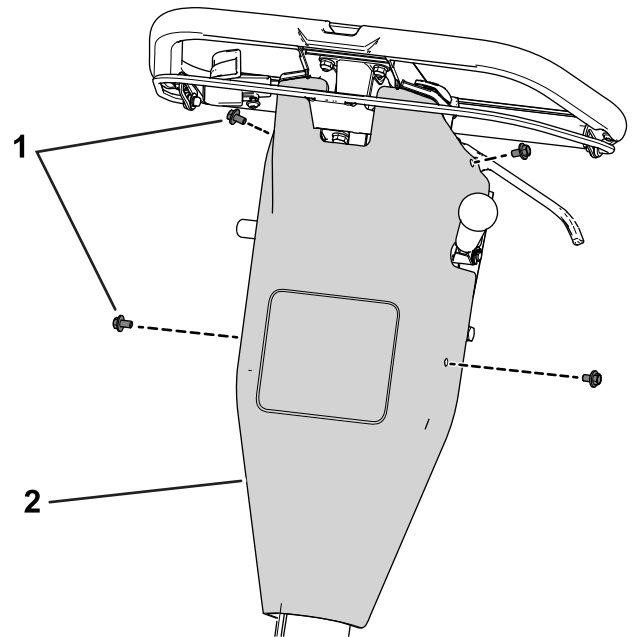

Figura 43
- B. Retire la cubierta del control retirando los tornillos que fijan la cubierta al panel posterior (Figura 43).